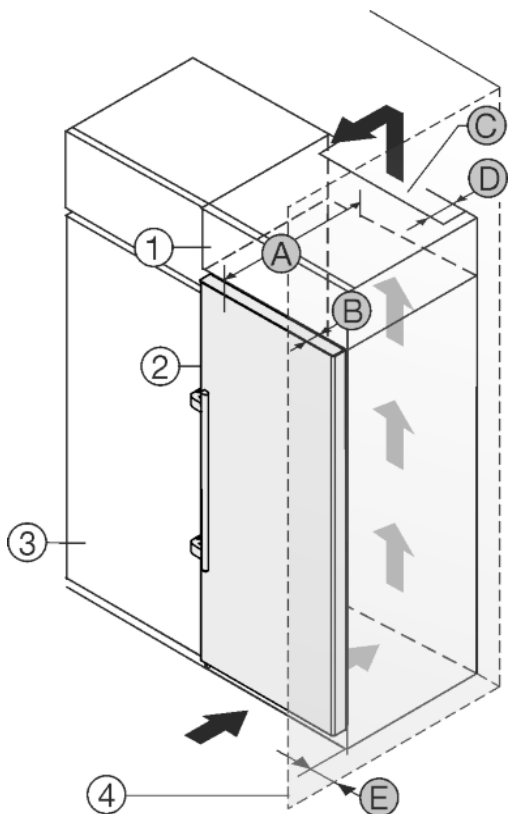

Fig. 20
Het apparaat kan in keukenkasten worden ingebouwd. Om het apparaat Fig. 20 (2) aan de hoogte van het keukenblok aan te passen, kan boven het apparaat een opzetkast Fig. 20 (1) worden aangebracht.
Het apparaat kan direct naast de keukenkast Fig. 20 (3) worden geplaatst. Om de deuren volledig te kunnen openen, moet het apparaat overeenkomstig de diepte Fig. 20 (B) t.o.v. het keukenkastfront uitsteken. Afhankelijk van de diepte van de keukenkast en het gebruik van de wandafstandhouders kan het apparaat verder uitsteken.
- Aan de achterzijde van de opzetkast moet een luchtafvoerkanaal met de diepte Fig. 20 (D) over de volledige breedte van de opzetkast aanwezig zijn.
- Onder het plafond moet de ventilatiedoorsnede Fig. 20 (C) worden aangehouden.
Wanneer het apparaat met de scharnieren naast een wand Fig. 20 (4) wordt geplaatst, moet de afstand Fig. 20 (E) tussen apparaat en wand worden aangehouden. Dit komt overeen met de uitsteekmaat van de handgreep bij geopende deur.